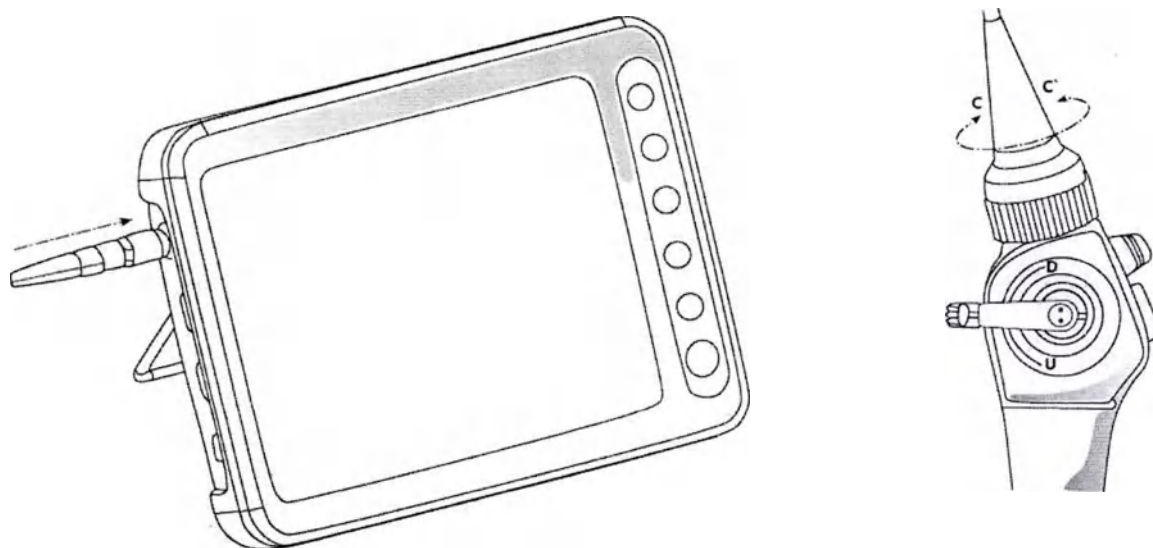

Рисунок 4.2 Схематичное изображение соединения и отсоединения Видеоназофаринголарингоскопа и видеосенсора Endohand 8 при помощи сигнального кабеля EN8.
4. Подключение видеосенсора Endohand 8 производится с использованием сигнального кабеля EN8. Совместите красную точку на штыревом конце сигнального кабеля EN8 с красной точкой клеммы сигнального кабеля EN8 видеосенсора Endohand 8. Проконтролируйте, чтобы ограничительные пазы фиксирующей гайки и электрического коннектора сигнального кабеля EN8 были совмещены. Вставьте электрический коннектор сигнального кабеля EN8 в электрический коннектор Видеоназофаринголарингоскопа в направлении ограничительных пазов. Далее поверните фиксирующую гайку сигнального кабеля EN8 по часовой стрелке до фиксации соединения с Видеоназофаринголарингоскопом. Отсоединение происходит действием, обратным вышеописанному (Рис. 4.2).